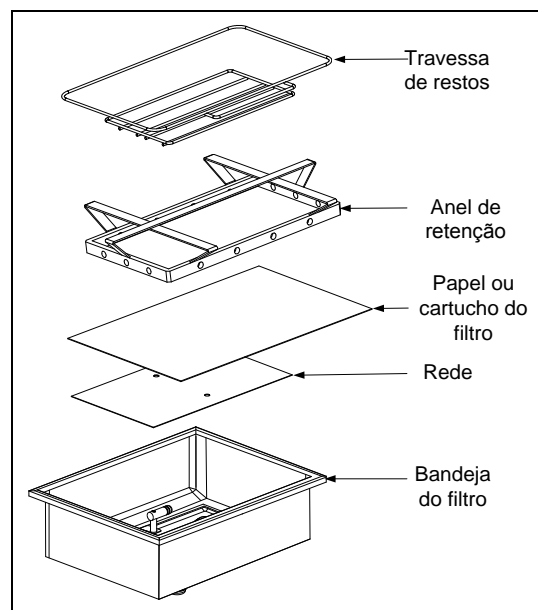

Figura 1
1. Retire a panela de filtragem do armário e retire a travessa de restos, o anel de retenção, o papel de filtro e a rede de filtro (Veja Figura 1). Limpe todos os componentes com uma solução de detergente e água quente, e de seguida, seque-os cuidadosamente.
3. De seguida, pela ordem inversa, coloque a rede de filtro metálica no centro do fundo da panela, de seguida, coloque uma folha de papel de filtro no topo da rede, com sobreposição em todos os lados (Veja Figura 1). Se utilizar o cartucho de filtro, assegure-se que o lado áspero do cartucho esteja virado para cima, e coloque o cartucho por cima da rede, tendo em atenção que, o cartucho esteja entre as arestas estruturadas da panela de filtragem.